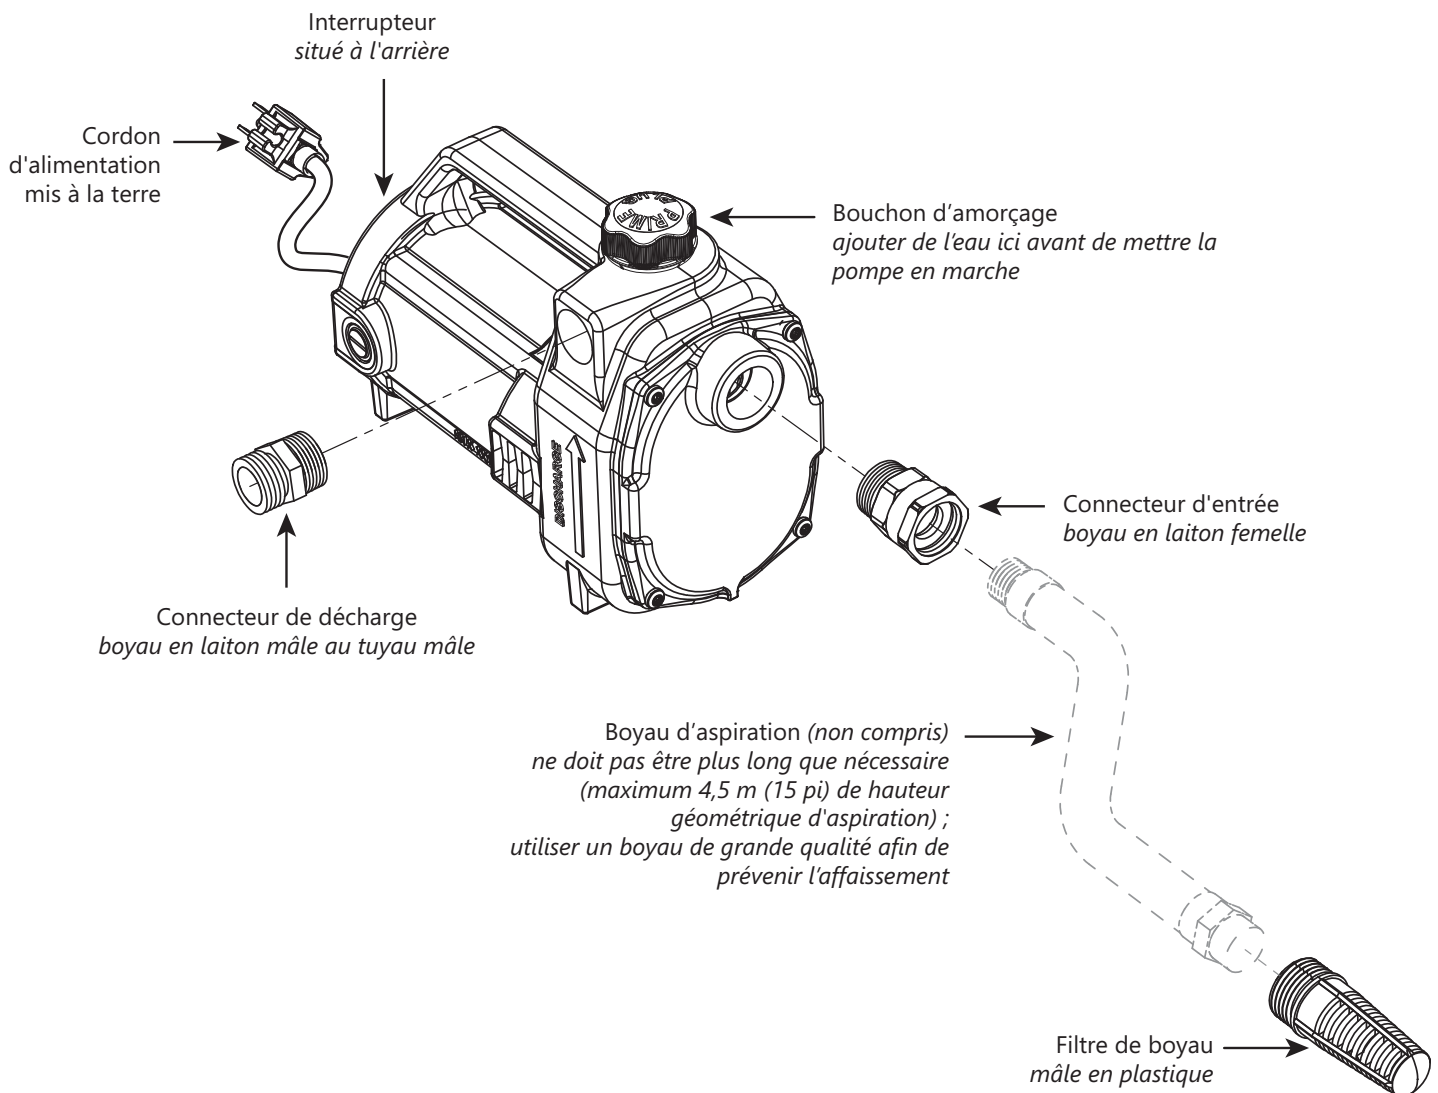

Figure 1. Pompe de transfert composants
**IMPORTANT : Il faut amorcer la pompe avant de la mettre en marche pour prévenir les dommages au joint de l'arbre.** Pour ce faire, retirer le bouchon d'amorçage (voir Figure 1) et remplir le compartiment d'eau (environ 2 tasses). Remettre le bouchon en place (resserrer à la main seulement).